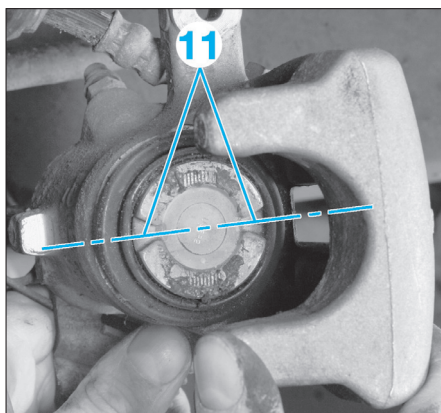

FIG. 16
- Revenir en arrière afin de mettre la rainure (11) à l'horizontale (fig. 16).